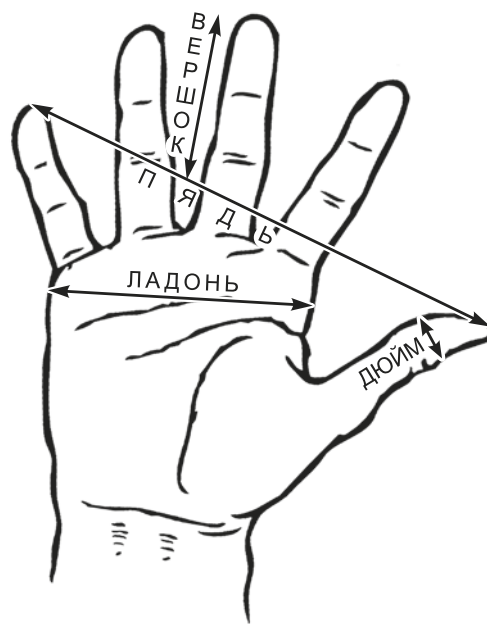

Рис. 3
1. **Вершок** (рис. 3). Наименование происходит от слова «верх» (пальца). Вершок упоминается в «Торговой книге», документе XVI века, как 1/16 аршина. Существовали доли вершка: «полвершки» и «четвертьвершки».